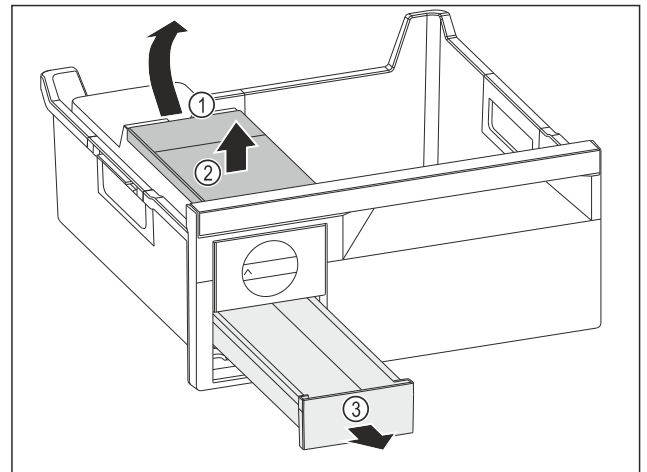

Fig. 110
- ▶ Retirer le réservoir d'eau : Soulever le réservoir d'eau hors de l'évidement Fig. 110 (1).
- ▶ Retirer le réservoir d'eau Fig. 110 (2) vers le haut.
- ▶ Retirer le compartiment à glaçons Fig. 110 (3) vers l'avant.